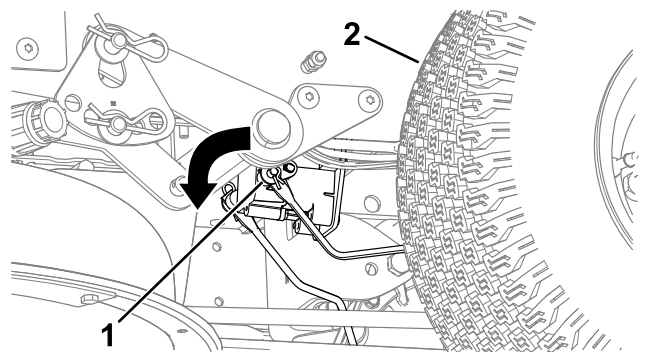

図 51
3. 電気ブレーキのシャフトブレーキリンクアームが接続されているを探し出す 図 51。